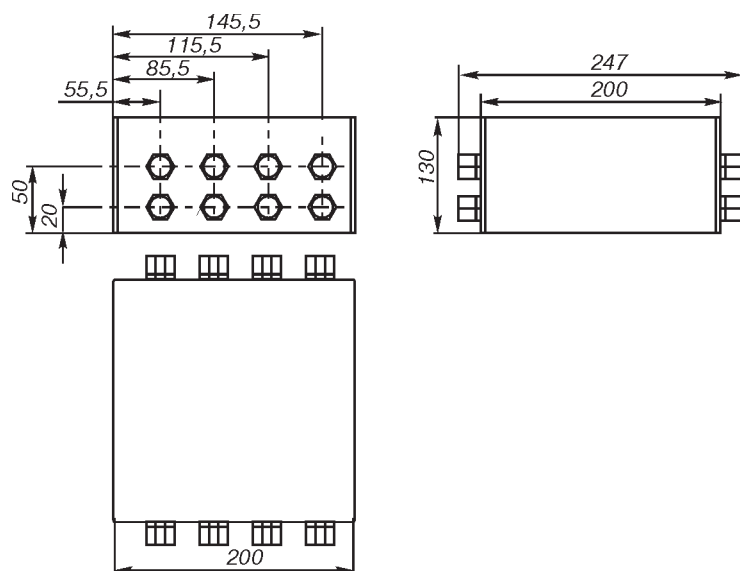

Рис.9. Корпус IP65 (box-2).
4. Поставка в комплекте с герметичным корпусом (указывается при необходимости): box1 - см. рис.9; box2 - см. рис.10. Количество и положение кабельных вводов может быть изменено по желанию Заказчика.